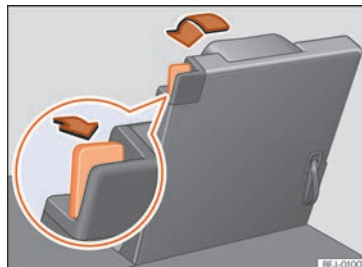

Abb. 157 Dritte Sitzreihe: Sitz in Ladebodenposition klappen.
- Entfernen Sie Gegenstände aus dem Fußraum vor und hinter dem Rücksitz »» ❶.
- Entriegelungshebel »» Abb. 157 ganz nach hinten ziehen, um die Sitzlehne zu entriegeln.
- Schlaufe an der Sitzlehne »» Abb. 157 ziehen, um die Lehne zurückzuklappen. **ODER:** klappen Sie die Sitzlehne mit der Hand vom Innenraum aus zurück.
- Die rote Markierung am Entriegelungshebel »» Abb. 157 darf nicht mehr sichtbar sein.
- Eine rote Markierung an dem Entriegelungshebel »» Abb. 157 signalisiert eine nicht eingerastete Lehne. Die rote Markierung darf im korrekt eingerasteten Zustand nicht sichtbar sein.
① VORSICHT